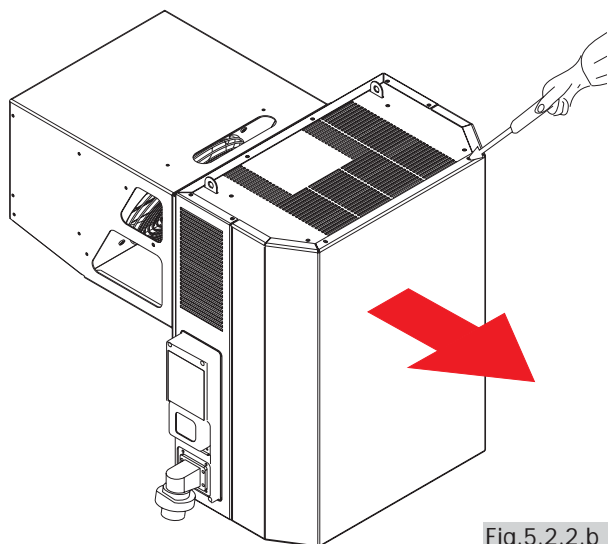

Fig.5.2.2.b
B) ESTRARRE il pannello frontale di copertura togliendo le viti che lo tengono fissato alla carrozzeria (Fig.5.2.2.b).
C) PROCEDERE con la pulizia del condensatore, soffiando con un getto d'aria dall'interno verso esterno (Fig.5.2.2.c).